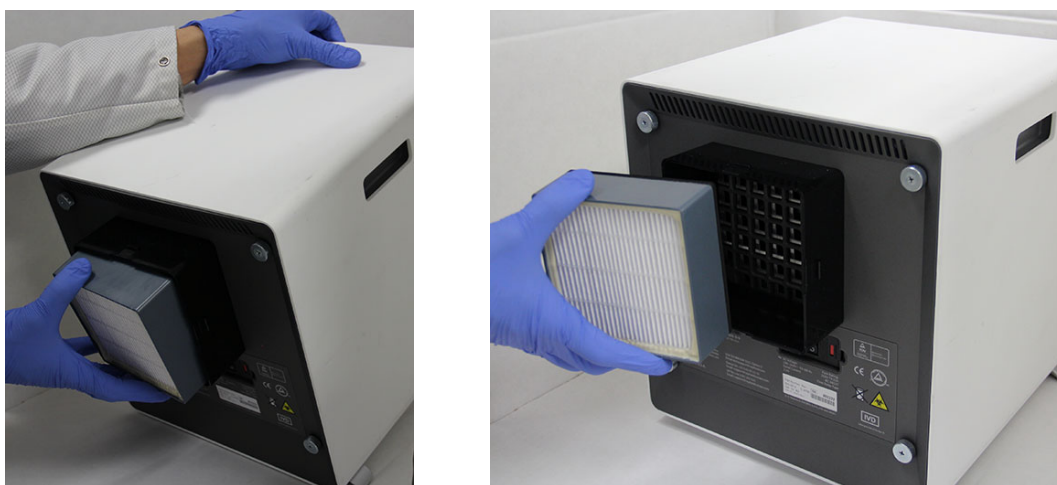

Figura 9-28. Îndepărtarea filtrului HE
7. Înclinați instrumentul GX-IV pe suprafață, înspre dvs., pentru a scoate filtrul HE. Filtrul HE trebuie să iasă cu ușurință. Consultați Figura 9-28. Eliminați vechiul filtru HE.